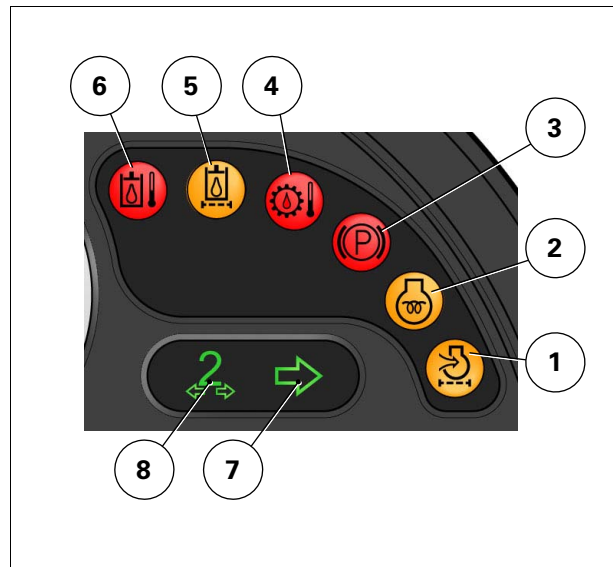

Рис. 5.
- (4) Панель индикаторов для стояночного тормоза ParkLock/тормоза прицепа/температуры вспомогательной гидравлической системы/предварительного подогрева двигателя/температуры гидравлической системы трансмиссии/воздушного фильтра/засорения вспомогательной гидравлической системы рис. 5
- (5) Подсветка левого указателя поворота и указателя поворота 1^{-го} прицепа.
- (6) Подсветка правого указателя поворота и указателя на 2^{-м} прицепе.
- (7) Температура охлаждающей жидкости двигателя
- (8) Датчик уровня добавки AdBlue/DEF (только для Двигатель E3 с технологией AdBlue/DEF) и световой индикатор уровня заряда аккумуляторной батареи
- (9) Контрольный дисплей уровня давления моторного масла и проверки давления в системе пневматических тормозов.
- (10) Топливомер для дополнительного бака (дизель).
- (11) Цифровой контрольный дисплей первичных функций, передачи переднего и заднего хода, индикации MOM/частоты вращения двигателя/активированного диапазона передаточных чисел трансмиссии